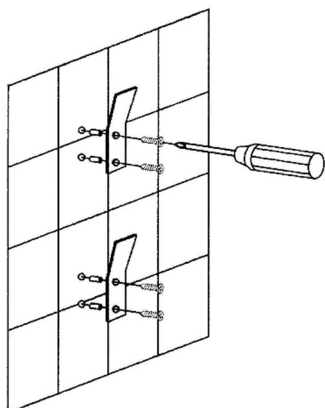

figura 3
- 3) Dopo aver individuato il posizionamento dei supporti murali, fissateli con le viti e i tasselli in dotazione (*figura 3*).